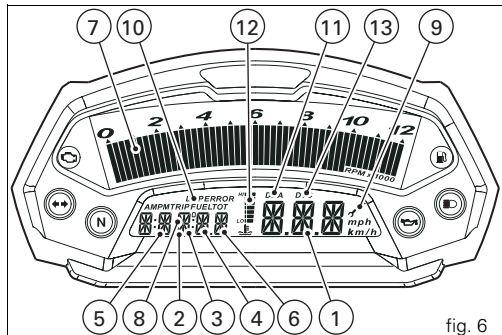

fig. 6
9) **Service indicator** (fig. 6).
10) **LAP function** (fig. 6).
11) **DDA function** (fig. 6).
12) **Oil temperature indicator** (fig. 6).
13) **Ducati Traction Control (DTC)** (fig. 6).